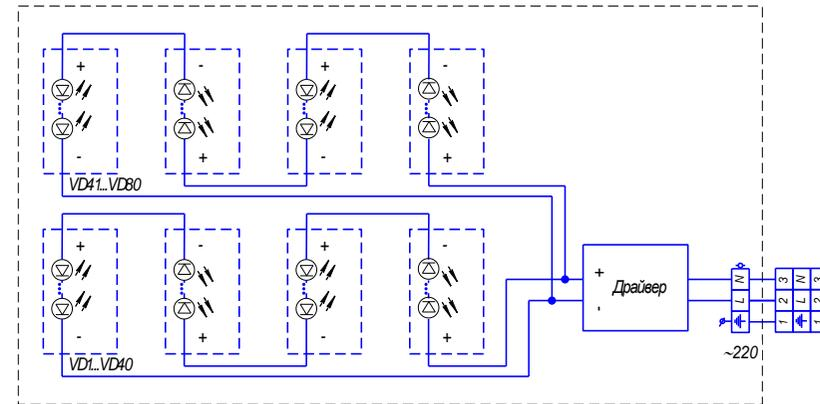
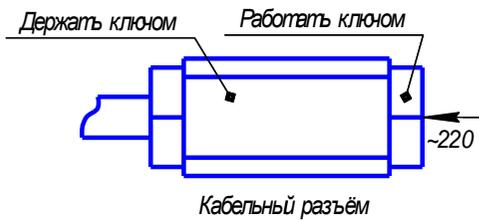

Рис. 4
Рис.5
6.1.4. Сетевой кабель подключить к кабельному разъему рис. 5 согласно схеме рис. 3 (для мощностей 80, 100 и 120 Вт) или рис.4 (для мощностей 160, 200 и 240 Вт).
6.2.3. Сетевой кабель подключить к кабельному разъему рис. 5 согласно схеме рис. 3 (для мощностей 80, 100 и 120 Вт) или рис.4 (для мощностей 160, 200 и 240 Вт).